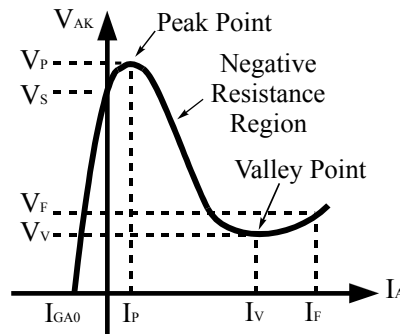

Fig.7.- Curva característica del PUT.
- Si $V_A > V_{GA} \Rightarrow$ diodo A- G_A conduce y tiene una característica similar a la del UJT (Fig. 7).